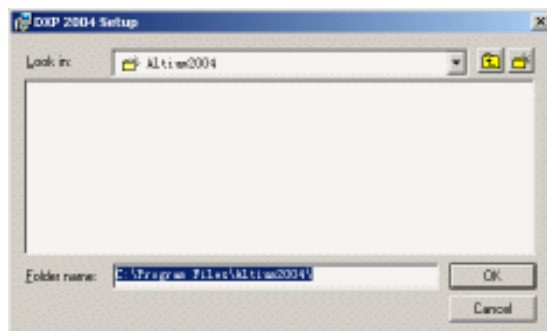

图 1.5 安装路径选择对话框
(5) 在安装路径选择窗口的“ Destination Folder ”区域显示了即将安装 Protel DXP 2004 的硬盘空间的路径，若想更改安装路径，单击“ Browse ”按钮，打开如图 1.5 所示的安装路径选择对话框。